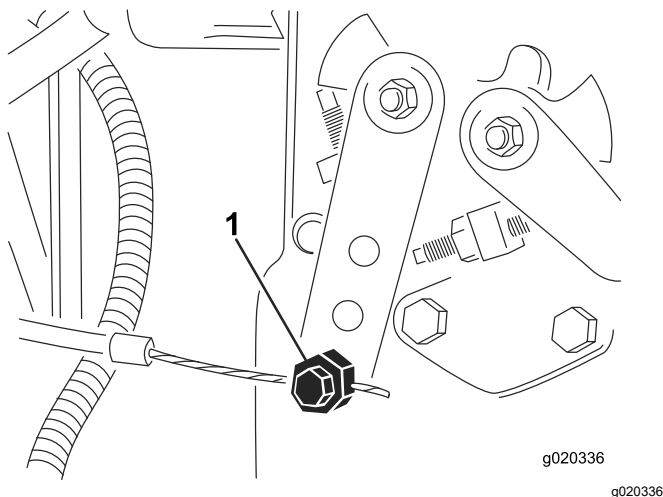

Рисунок 75
3. Ослабьте соединитель тросика дроссельной заслонки на плече рычага инжекторного насоса (Рисунок 75).